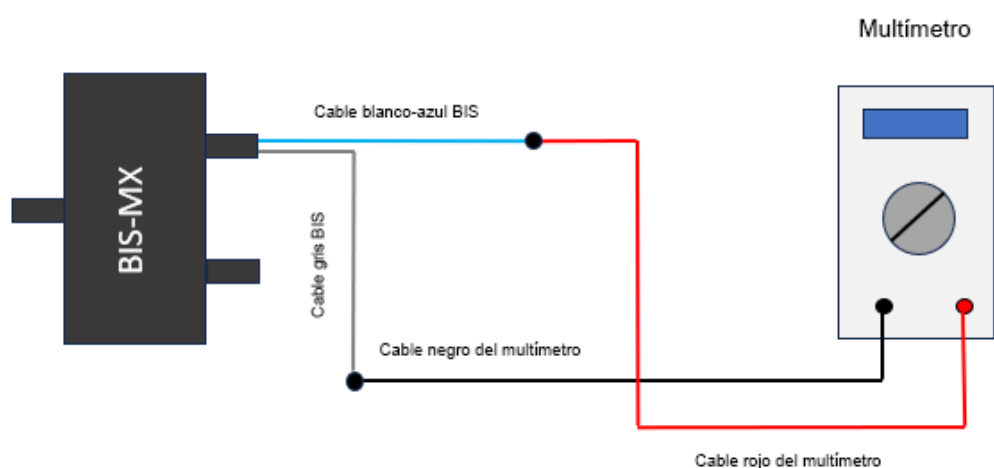

Fig.13 Diagrama de conexión
2. Monte el circuito de conexión según la «Fig. 13 Diagrama de conexión».